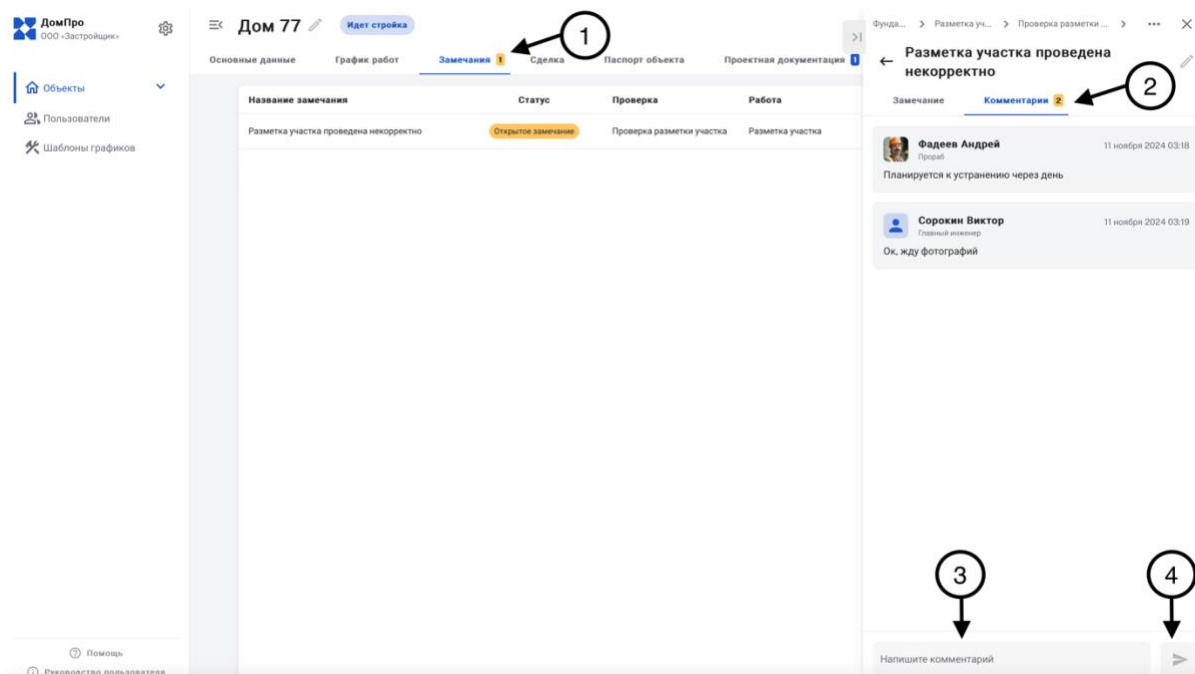

Рисунок 57 - Создание комментария к замечанию
Для закрытия замечания необходимо открыть вкладку «замечания» (1) и выбрать интересующий объект (2) Рисунок 57.